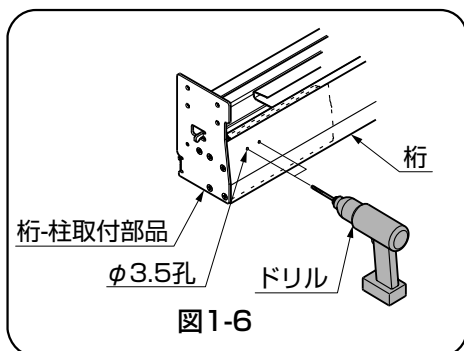

図1-6
- 端部は既存孔をガイドにドリルでφ3.5の孔をあけてから取付けてください。(図1-6参照)